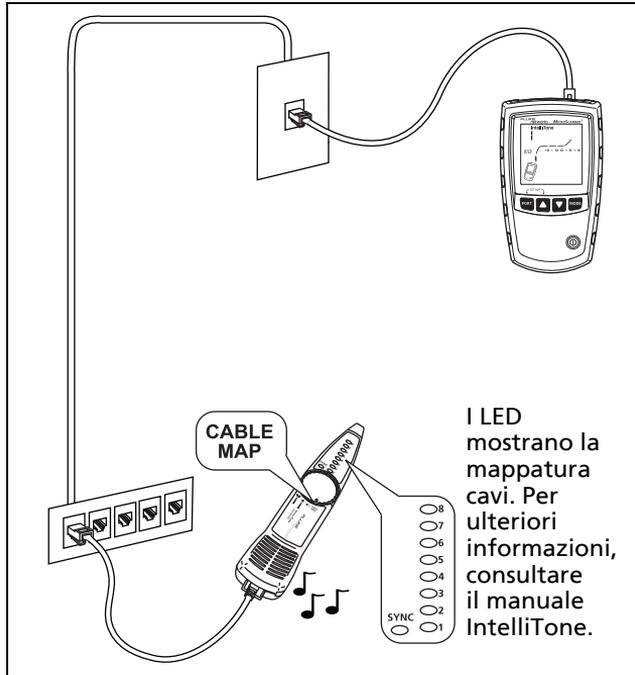

Figura 36. Utilizzo del toner con la funzione mappatura cavi dell'IP200 IntelliTone
- 3 Collegare il tester e la sonda al cablaggio, come mostrato nella Figura 36.
- 4 Premere  o  fino a quando sul display non viene visualizzato (). La modalità IntelliTone è indicata dal testo **IntelliTone** e da una sequenza a scorrimento di 1 s e 0 s sul display. Vedere la Figura 36.